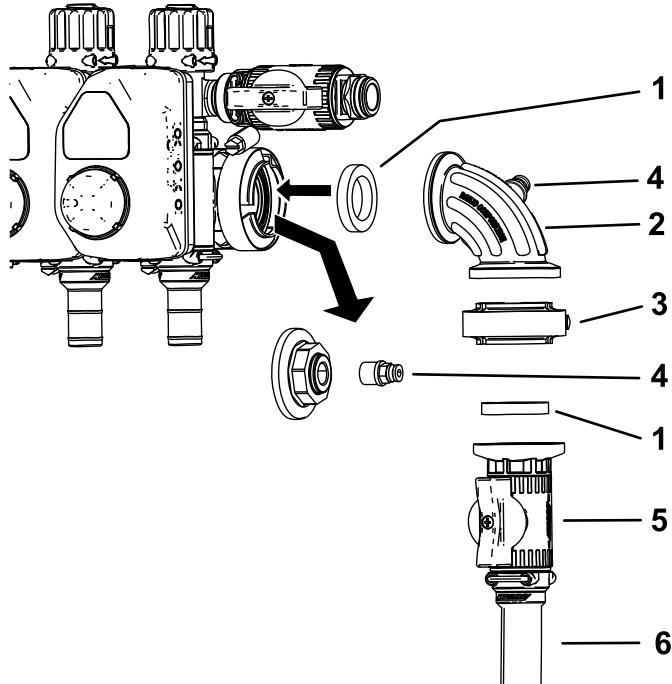

Рисунок 21
9. Отсоедините крышку и муфту от отверстия манометра (Рисунок 21).
10. Установите регулирующий клапан в сборе, как показано на Рисунок 21.
11. Установите муфту в открытое отверстие прямоугольного штуцера (Рисунок 21).